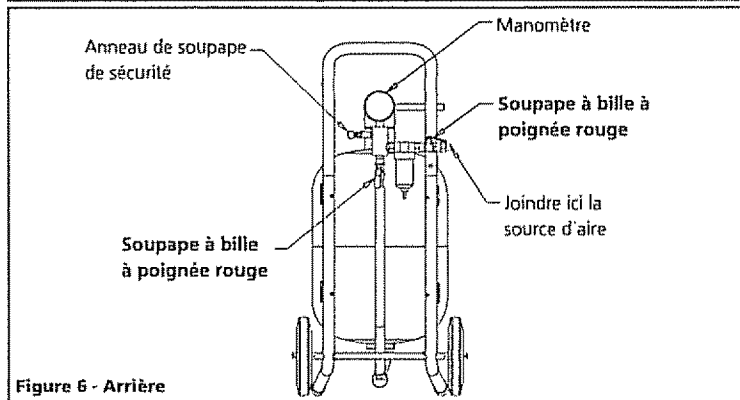

Figure 6 - Arrière
5. Ouvrir la soupape à bille à poignée rouge à l'arrière du réservoir. Ceci permet l'entrée de l'air comprimé dans le tuyau de matériel et le pistolet de découpe (voir figure 6)